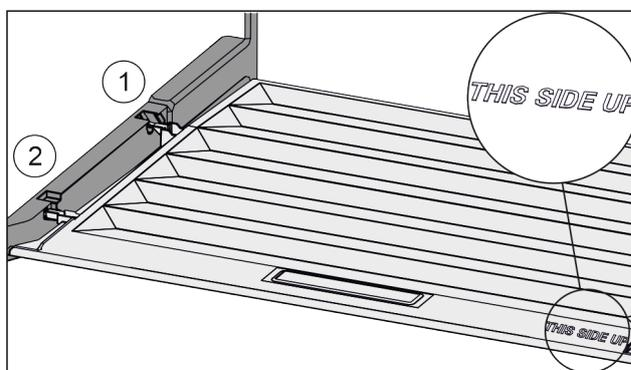

Fig. 148
- ▶ Introduceți nervura capacului prin orificiul suportului posterior Fig. 148 (1) și înclicetați-l în față în suport Fig. 148 (2).